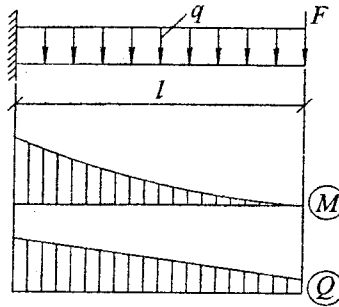

Рисунок 8.1 – Розрахункова схема зварної двотаврової балки
1. Накреслити схему, яка наведена на рис. 8.1, і виконати обчислення згідно з прикладом, наведеним нижче.